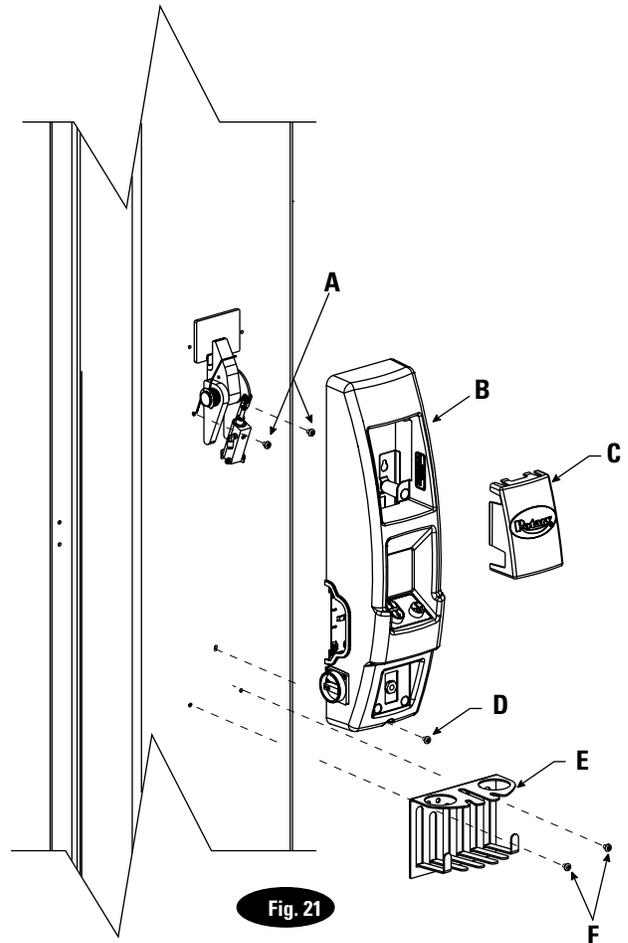

Fig. 21 Detail
Retirer le panneau d'accès du pupitre de commande esclave, fig. 21. Placer (2) vis cruciformes de machine 5/16"-18NC x 3/8" dans les trous de chaque côté du loquet de blocage ; à cet effet, laisser dépasser 3 mm pour tenir le pupitre. Suspendre le pupitre de commande esclave au-dessus du loquet de blocage de la colonne sur les vis cruciformes de machine 5/16"-18NC x 3/8" et tirer le câble électromagnétique du loquet de blocage à travers le pupitre, fig. 21. Mettre (1) vis cruciforme de machine 5/16"-18NC x 3/8" au fond du pupitre de commande esclave. Ne pas encore remonter le panneau d'accès dans le pupitre de commande. Il sera remonté plus tard.